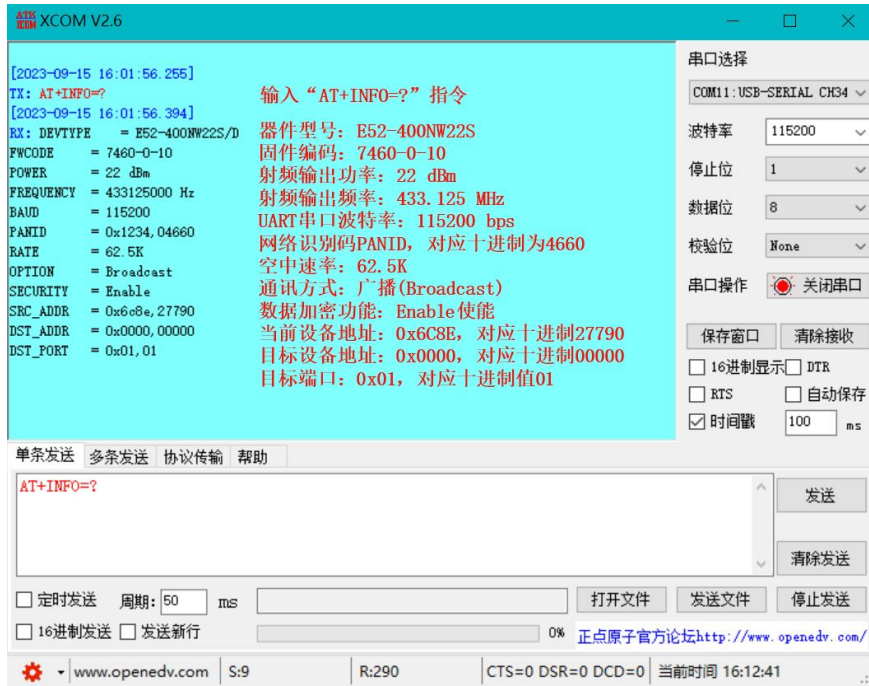

图 8.1.1 AT+INFO=?指令
- 模块主要参数可通过“AT+INFO=?” AT 指令进行获取，它主要用于串口显示，如图 8.1.1 所示。